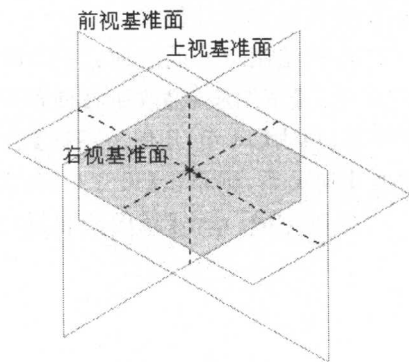

图 1-17 3 个互相垂直的基准面
① 基准面: SolidWorks 系统给出了 3 个互相垂直的基准面来形成空间坐标系。3 个平面的交点是空间坐标系的原点, 且没有大小和厚度。在 FeatureManager 窗口中, 分别是前视、上视和右视基准面, 如图 1-17 所示。
② 模型的平面: 任何模型的平面都可以作为一个草图实体的参考工作平面。
③ 创建的基准面: 对于复杂零件的建模, 需要利用已有平面创建新的基准面作草图实体的参考工作平面。